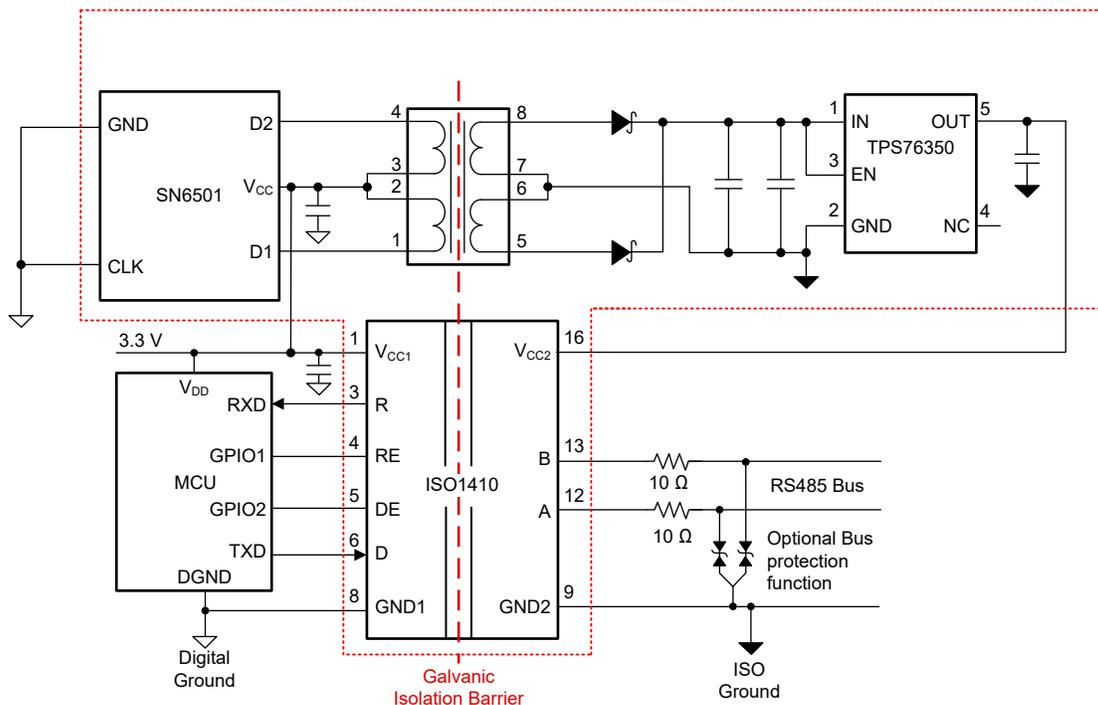
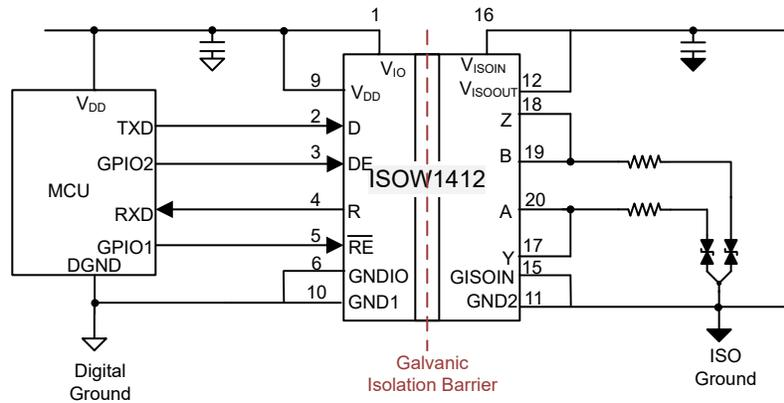

図 1. ISO1410 および SN6501 トランス・ドライバを使用する RS-485 用の信号および電源絶縁ソリューション
図 2. 絶縁型 RS-485 と絶縁型電源の統合実装
RS-485 通信でガルバニック絶縁が必要な場合、マイクロコントローラからトランシーバへの送信、受信、イネーブルの信号を絶縁するために、信号の絶縁が必要です。このために通常は、絶縁型 RS-485 トランシーバを使用するか、またはデジタル・アイソレータと外部トランシーバを組み合わせ使用します。RS-485 データの絶縁に加えて、絶縁型トランシーバの 2 次側に絶縁型電源を供給する必要があります。この用途のため、DC/DC コンバータをプッシュプル、フライバック、フライ降圧など、さまざまなトポロジで使用できます。絶縁型電源を作成するために、トランス・ドライバを外部トランスと組み合わせ使用する例を、図 1 に示します。
分離実装の代わりに、図 2 に示すように、DC/DC 内蔵の絶縁型 RS-485 トランシーバを使用することもできます。この場合、図 1 で赤にハイライトされている機能の全体がシングルチップに完全に統合されています。
- **シンプルで堅牢な設計:** 図 1 に使用されている部品を、図 2 に示すシングルチップのソリューションに統合することで、基板設計が大幅に簡素化されます。また、常時振動にさらされるアプリケーションでは、大きなトランスの性能が低下する可能性があります。トランスを基板から取り除くことで、シングルチップのソリューションを使用するとき、システム設計の信頼性が高くなります。